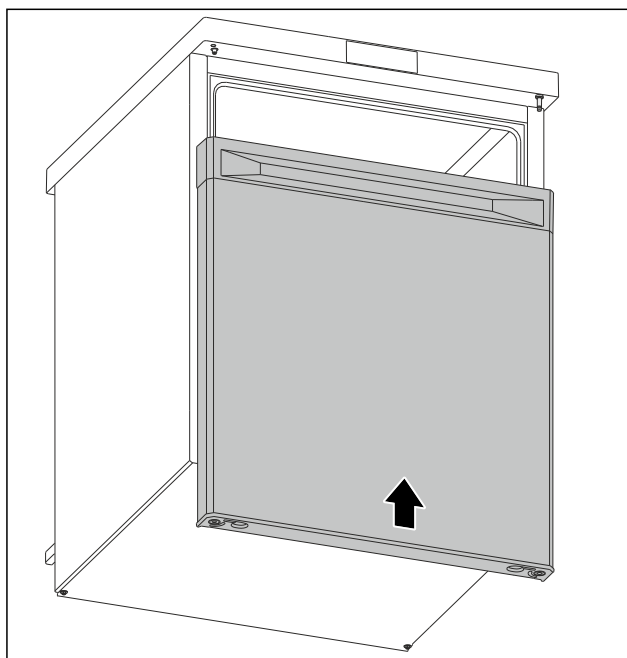

Fig. 13
- Inserire la porta chiusa sul perno superiore. (vedere Fig. 13)